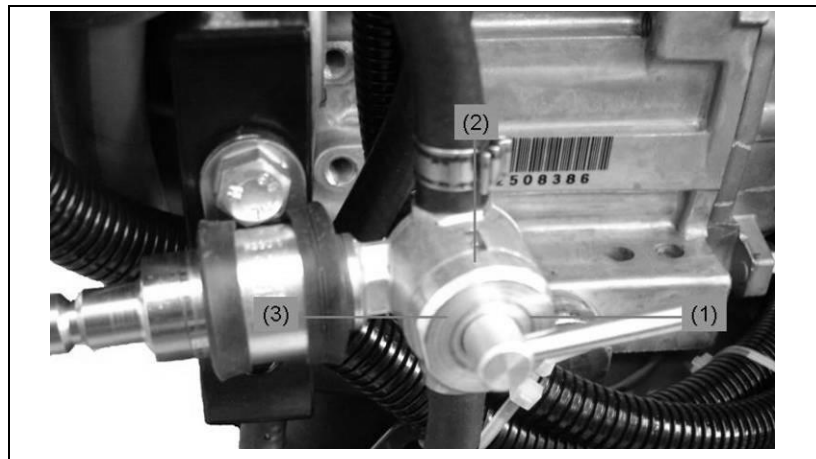

Abb. 5-11: 3 Wege Kraftstoffhahn
3. Kraftstoffhahn auf Eigen-Tank (*Abb. 5-11-(2)*) stellen.
8. Kraftstoffhahn auf „Fremdbetankung“ (*Abb. 5-11-(3)*) stellen.